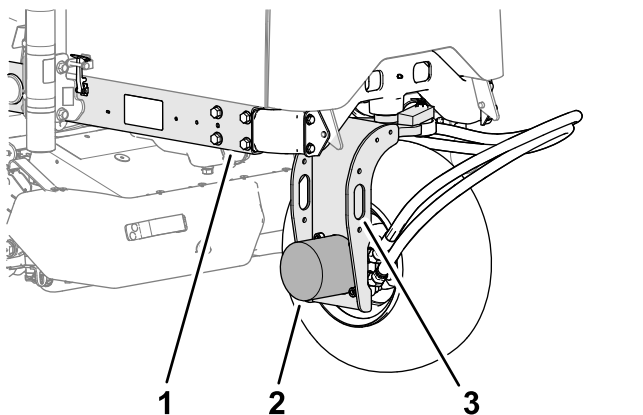

Рисунок 52
2. Прикрепите подъемное устройство к скобе крепления на вилке заднего колеса (Рисунок 52).